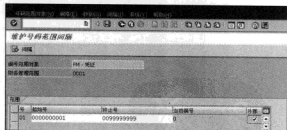

图 5-205 设置号码范围间隔
STEP 2 单击“间隔”按钮, 可以对号码范围的间隔进行设置, 如图 5-205 所示。